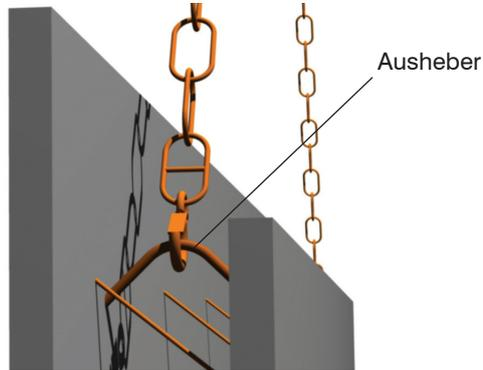

Bild 5
- Benötigtes Element an den Aushebern anschlagen (Bild 5).